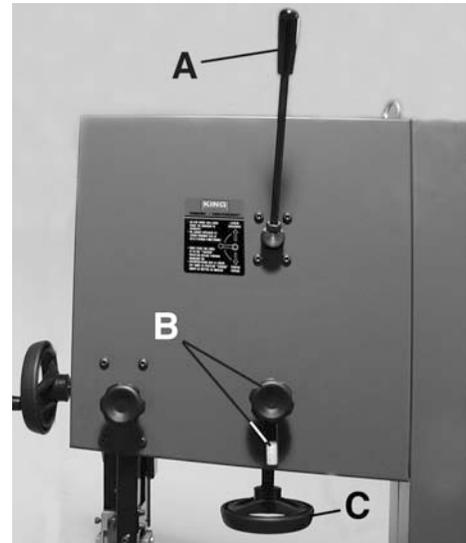

FIGURE 7
5. Baissez le levier (A) Fig.7 à l'arrière de la scie à ruban.
8. Centrez la lame au milieu des roues d'entraînement, retensionnez la lame en remontant le levier (A) Fig.7. Si la lame bouge sur les roues, il est nécessaire d'ajuster le pistage en relâchant la poignée fixe et en tournant le bouton de pistage (B) Fig.7 jusqu'à ce que la lame ne bouge plus sur les roues.
10. Si la lame est d'une largeur différente, ajustez la tension de la lame en tournant la manivelle de tension (C) Fig.7 et ajustez le pistage de la lame.